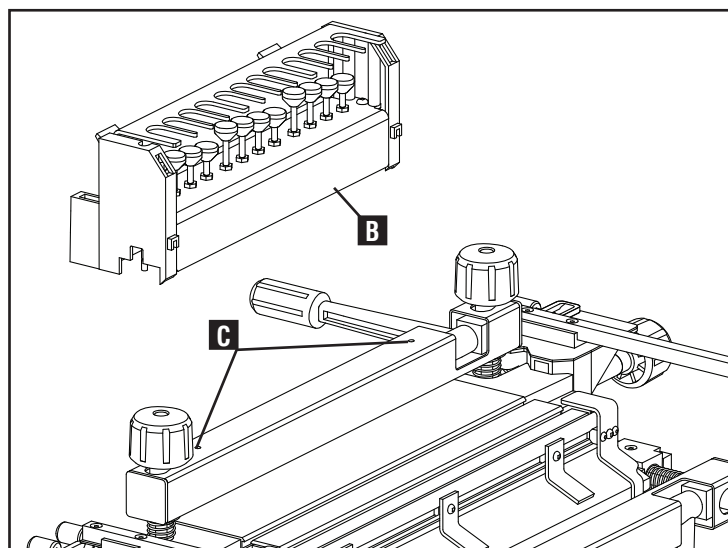

Fig. C2
REMARQUE : installer la cosse de profondeur de la fraise (B) fig. C2, dans la barre arrière de fixation de la pièce aux trous (C) fig. C2, avec les vis fournies.